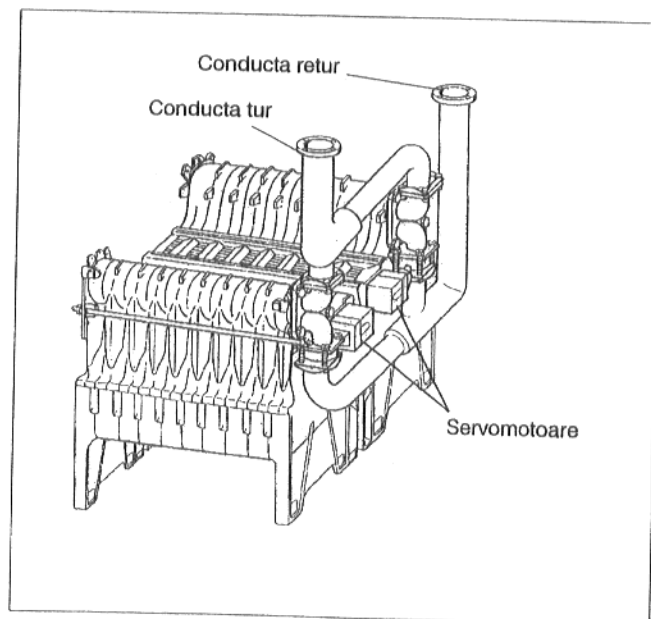

Fig. 12: Versiunea clapă de ștrangulare cu inele
- Flanșa ambelor clape de ștrangulare cu inele se va împinge astfel încât servomotoarele să fie îndreptate spre mijlocul cazanului iar racordurile electrice să se găsească la partea de sus (Fig. 12). Se introduc garniturile.
- Conducta turului se înșurubează bine (în cruce toate cele 4 șuruburi pe fiecare parte și piulițele), (Fig. 12).